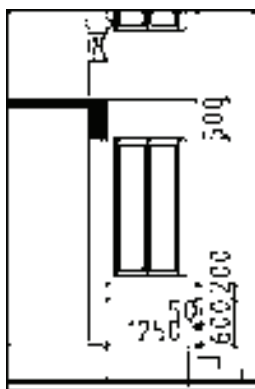

图 13-226 编辑结果
7) 绘制墙面装饰图形。调用“移动”命令，设置移动距离为 500mm，向下移动窗户图形；调用“矩形”命令，绘制尺寸为 1250mm×200mm 的矩形，如图 13-226 所示。